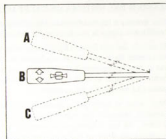

Fig. 7.— Palanca intermitentes y Bocina
El mando consiste en una palanca situada a la izquierda de la columna de la dirección. Las posiciones de la palanca (ver Fig. 7) son tres. Su funcionamiento es el siguiente: Hacia el conductor (C), poniendo la palanca a tope en su recorrido. Intermitentes del lado izquierdo, con retorno automático de la palanca al efectuar el giro con el volante de la dirección.